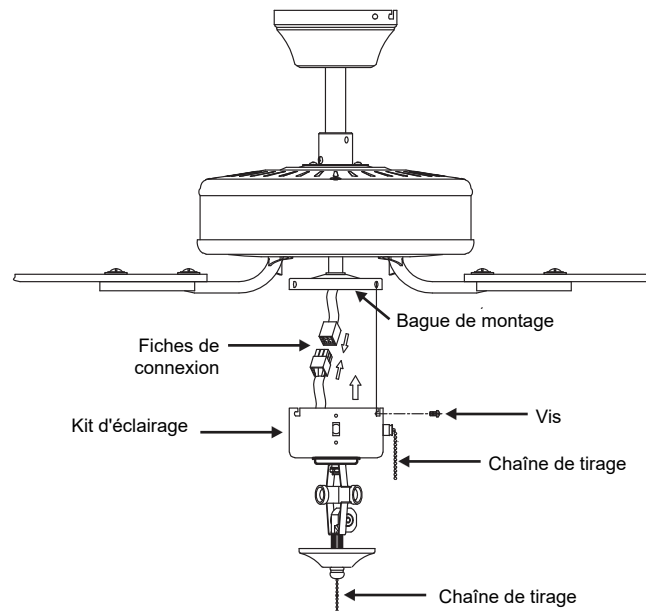

Fig. 16
Étape 2. Soulevez et maintenez le kit d'éclairage près du boîtier de commutateur. Enclenchez les fiches de connexion des fils (**Fig. 16**).
Étape 3. Repoussez soigneusement tous les fils dans le boîtier de commutateur et installez ensuite le kit d'éclairage sur la bague de montage à l'aide des 3 vis fournies. Toujours bien serrer les vis (**Fig. 16**).